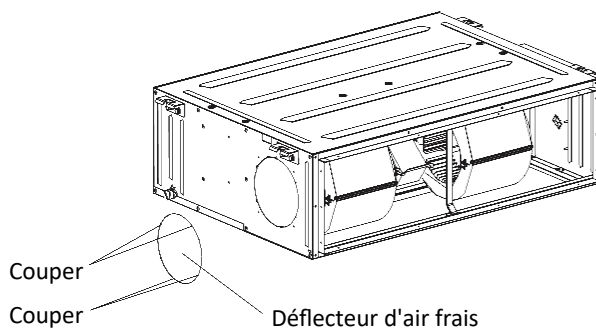

Fig.4.4.6
① Lorsque le tuyau d'air frais doit être raccordé, coupez le déflecteur d'air frais comme sur la Fig.4.4.6. Bouchez l'espace du déflecteur d'air frais à l'aide d'une éponge si le conduit d'air frais n'est pas utilisé.